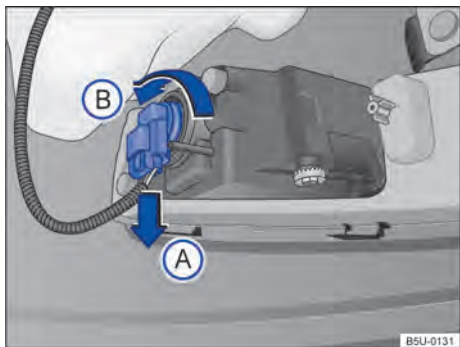

Fig. 161 Atrás do para-choque dianteiro: acesso à lâmpada incandescente do farol de neblina.
2. Desencaixar o conector de alimentação da lâmpada → Fig. 161 no sentido da seta (A), pressionar, ao mesmo tempo, a trava de fixação do conector.
3. Girar o soquete da lâmpada → Fig. 161, no sentido anti-horário da seta (B), e desencaixá-lo do alojamento.